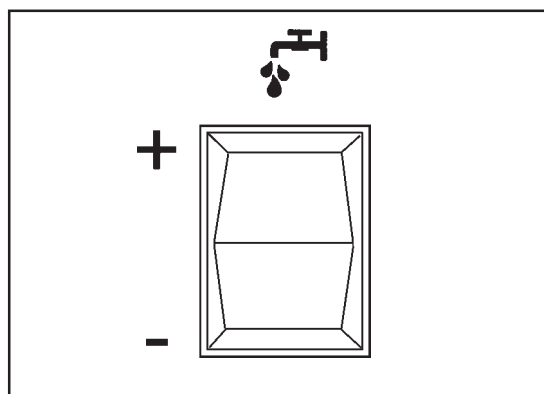
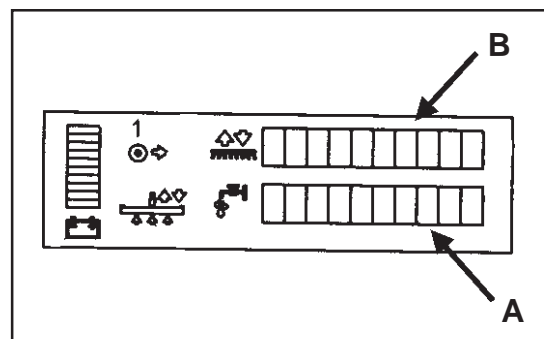

Figure 26
Figure 27
La solution est utilisée pour désincruster et pour retirer la saleté du sol. La quantité de solution appliquée peut être réglée sur cinq niveaux différents afin de s'adapter à tous les sols, quel que soit leur état. Ces différents niveaux sont indiqués sur l'afficheur LCD situé à l'avant de la machine. Pour régler la quantité de solution appliquée, utilisez le commutateur de réglage du débit (figure 26). **REMARQUE : Cinq réglages différents sont proposés par l'afficheur. Voir la figure 27, A.**
1. Appuyez sur le côté « + » du commutateur (figure 26).
1. Appuyez sur le côté « - » du commutateur (figure 26).